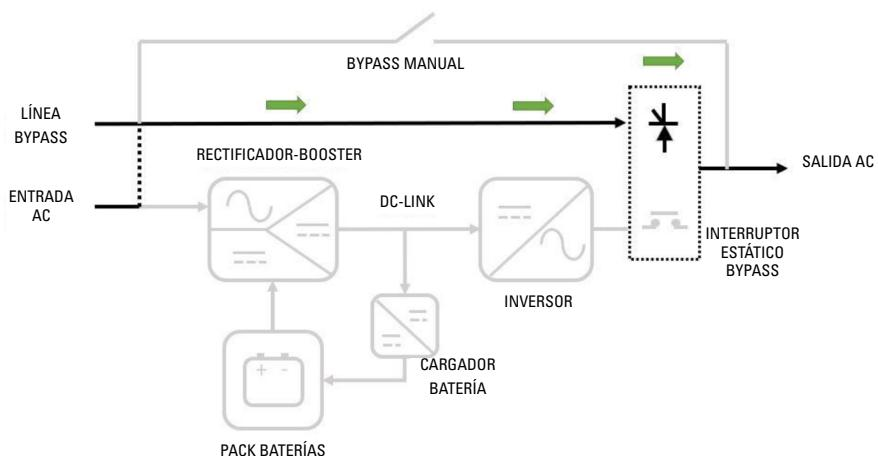

Fig. 14. Flujo de energía del SAI parado (pero alimentando las cargas a través del bypass).
2.  En maniobras de Paro del SAI, después de que éste haya estado funcionando en modo normal, o vieniendo de la puesta en marcha inicial y forzando por display la transferencia a bypass estático, **el SAI suministrará tensión de Bypass a la Salida (a las cargas) aún estando completamente parado, si el interruptor de entrada (o de bypass separado si es el caso) y el de salida están accionados (a ON)**. En esta situación, el Rectificador, el Cargador y el Inversor del equipo no estarán funcionando. Ver Fig. 14.